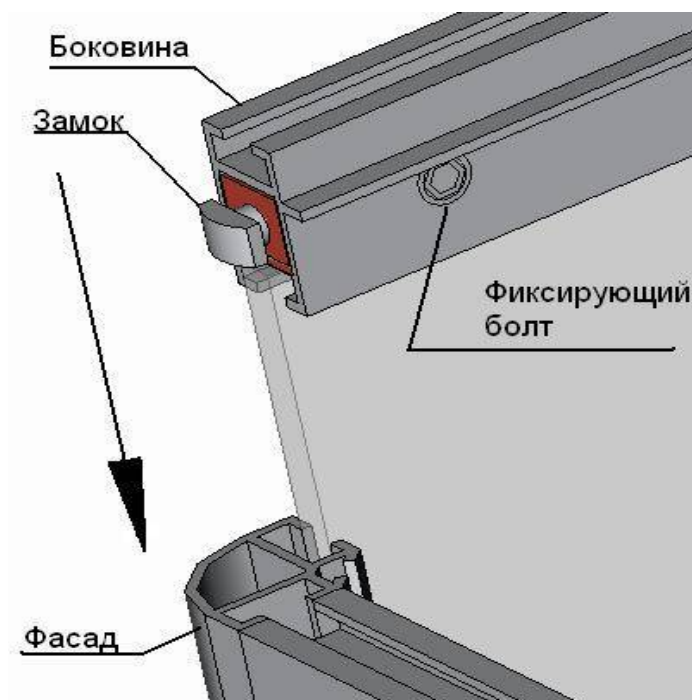

Рисунок 2
- в) элементы экрана зафиксировать с помощью болтов (рисунок 2);